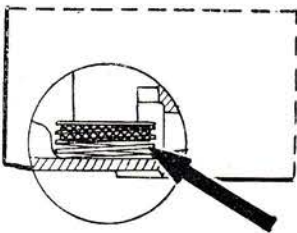
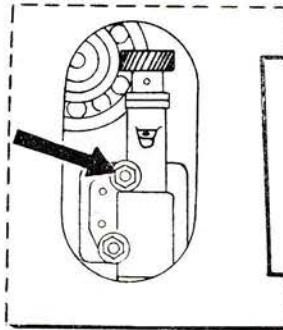

Рис. 16
Рис. 17
19. Вынуть сетку фильтра масляного насоса (рис. 16). Торцевым ключом 11 мм отвернуть две гайки (рис. 17) и вынуть масляный насос из картера.